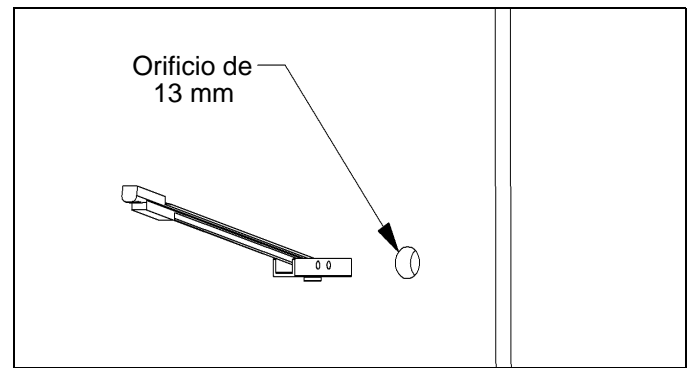

Figura 4.
1. Determine una ubicación de montaje apropiada y coloque la placa de pared (10) en su sitio (véase "PIEZAS DE LA PLACA SOPORTE DE PARED" en la página 3).
2. Taladre un orificio de 13 mm en la ubicación deseada, verificando que la pared tenga un espesor mínimo de 13 mm. Si la pared está hecha con columnas metálicas, se recomienda instalar el anclaje a través de la pared drywall y la columna metálica (véase la figura 4).